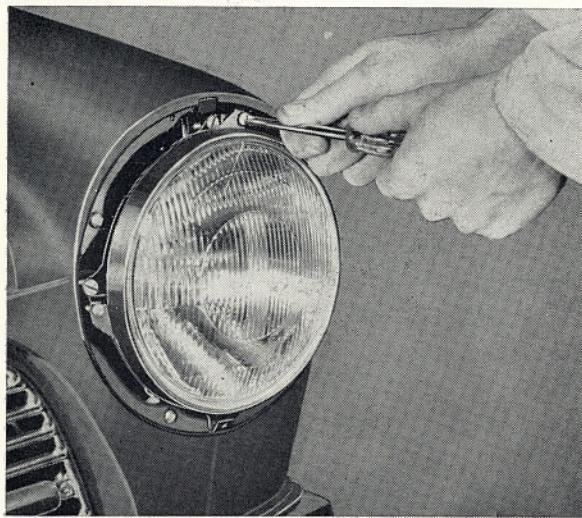

Bild 114. Demontering av hållring
2. Lossa skruvarna till hållringen för strålkastarinsatsen några varv, bild 114. Vrid hållaren tills hakarna är fria från skruvarna och lyft ut hållare och insats med lamphållare.